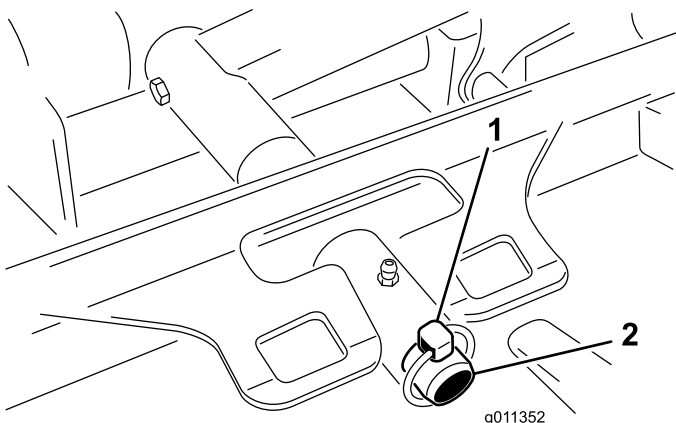

Figura 87
3. Retire el pasador de seguridad (máquinas Groundsmaster 4500) o la tuerca de retención (máquinas Groundsmaster 4700) que sujeta el bastidor de tiro de la unidad de corte al pivote del brazo de elevación (Figura 87).
2. Deslice el bastidor de tiro de la unidad de corte sobre el pivote del brazo de elevación (Figura 87). Sujete la unidad de corte al pivote con el pasador de seguridad (máquinas Groundsmaster 4500) o la tuerca de retención (máquinas Groundsmaster 4700).